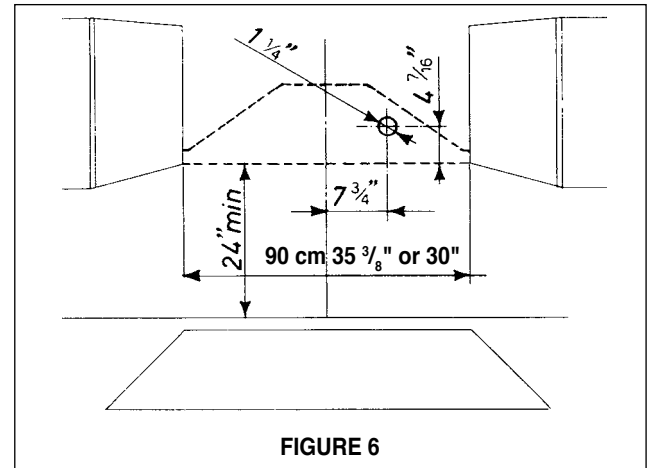

FIGURE 6
6. Déterminer l'emplacement approprié pour le câble d'alimentation, tel qu'il est indiqué à la FIGURE 6. Utiliser une mèche de 1 1/4 po pour faire un trou et y passer le câble d'alimentation. Utiliser du calfeutrage pour sceller tout autour du trou. NE PAS mettre en circuit tant que l'installation n'est pas complétée. Pour les ventilateurs à distance, un câblage intérieur différent est requis. NE PAS BRANCHER LE VENTILATEUR À DISTANCE AU FILAGE DE LA MAISON OU AU CÂBLE D'ALIMENTATION.